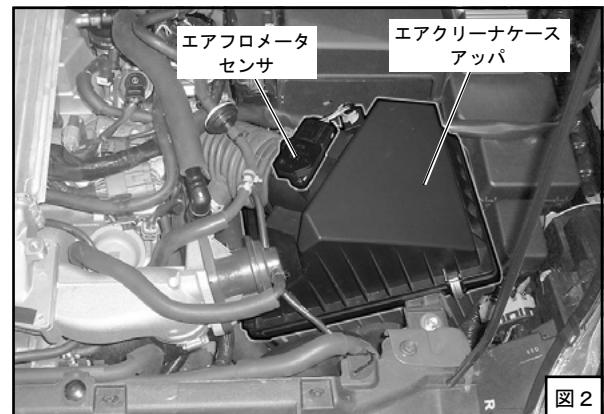

図 2
- (3) エアフロメータセンサのコネクタを取外してください。（図 2）
- (4) ホースバンドを緩め、エアクリーナケースアッパを取外してください。（図 2）